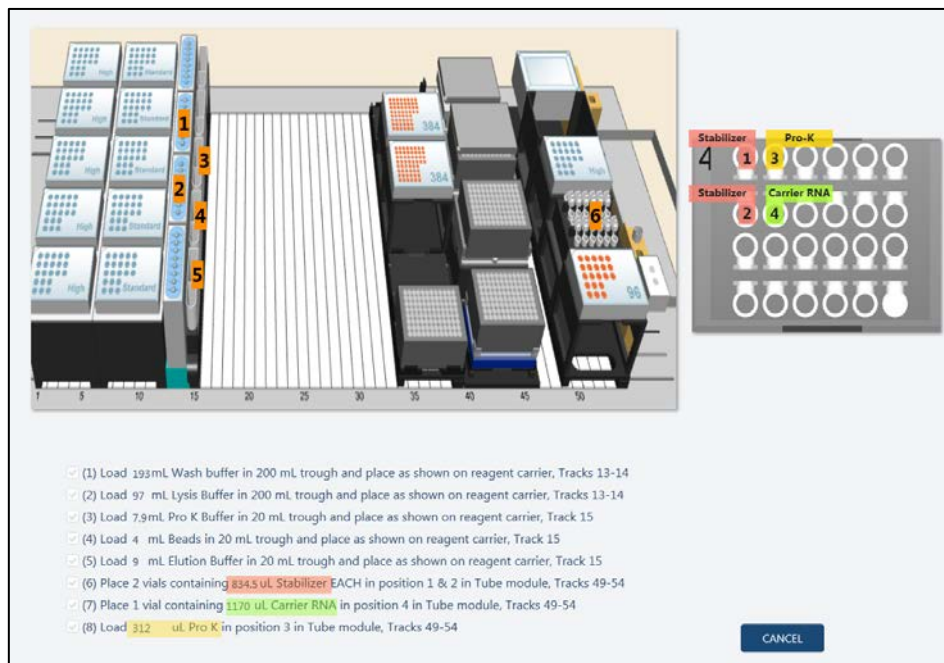

Figure 1. Schéma de disposition de la plateforme pour l'entrée des réactifs, comme illustré dans le logiciel GENFLEX™ Venus.
8. Suivez les instructions qui s'affichent ensuite à l'écran. L'écran affichera une liste de contrôle des réactifs qui doivent être chargés sur le pont de la plateforme GENFLEX™ comme le montre la **Figure 1**. Cette liste de contrôle sert également d'instructions sur le transfert de chaque réactif vers des auge et sur le placement des auge dans des emplacements spécifiques le long de pistes données. De plus, il fournit des informations sur le placement des tubes contenant le Stabilizer, l'ARN carrier et la Protéinase. Les tubes contenant le Stabilizer, l'ARN carrier et la Protéinase du kit peuvent être placés directement sur la plateforme aux positions correctes comme indiqué sur la liste de contrôle des réactifs pour les placements.
9. La **Figure 1** détaille les positions de chargement individuelles surlignées en rouge. Chargez les bacs individuels avec les volumes appropriés de réactifs du kit d'extraction indiqués dans le **tableau 2** ci-dessous pour 96 échantillons.